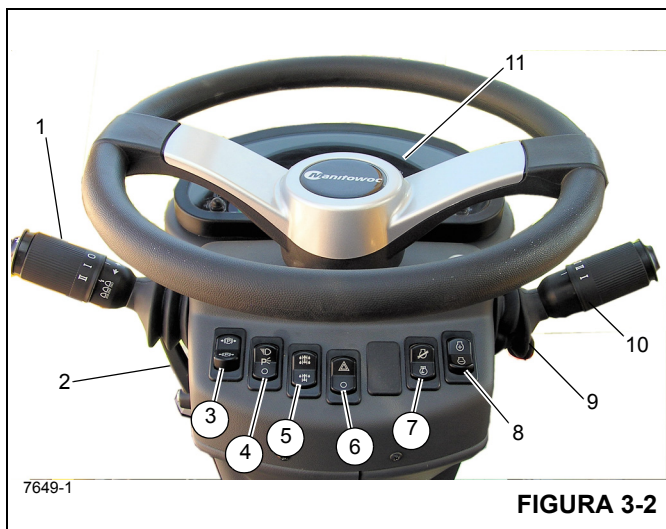

FIGURA 3-2
Todos os controles e indicadores para operar e monitorar as funções do guindaste encontram-se na cabine do guindaste Figura 3-2, incluindo o seguinte:
O conjunto da coluna de direção na Figura 3-2 é uma coluna de direção de pedestal inclinável e telescópica. Ela pode ser inclinada 30° para frente ou erguida verticalmente cerca de 60 mm (2.5 pol.) Inclui também a chave de ignição e o mostrador de indicadores do barramento CAN (11) (Figura 3-2).
Números dos itens da Figura 3-2
A alavanca da sinaleira direcional e controles do limpador/lavador do para-brisa (1) (Figura 3-2) localizam-se no lado esquerdo da coluna de direção. Empurrar a alavanca da sinaleira direcional para baixo faz com a sinaleira direcional esquerda dianteira e a esquerda traseira pisquem. Empurrar a alavanca da sinaleira direcional para cima faz com a sinaleira direcional traseira direita e a dianteira direita pisquem.
A coluna de controle de direção pode ser girada aproximadamente 30° para frente e erguida cerca de 60 mm (2.5 pol.). Mova a alavanca de controle (2) (Figura 3-2) para baixo para travar a coluna de direção no lugar; girar a alavanca para cima libera a coluna de direção para os ajustes necessários.
A chave de controle do freio de estacionamento (3) (Figura 3-2) localiza-se na frente da coluna de direção. Esta chave de duas posições (Liga/Desliga) é usada para acionar e liberar o freio de estacionamento no conjunto motor-transmissão. A luz indicadora do freio de estacionamento na coluna de direção acende quando a chave de pressão no sistema de liberação do freio for ativada e o freio for aplicado.
A chave dos faróis (4) (Figura 3-2) localiza-se na frente da coluna de direção. Esta chave de três posições (Desliga/Estacionamento/Farol) controla a operação das luzes dos instrumentos, dos LEDs das chaves e das luzes do marcador na dianteira, traseira e na lateral do guindaste. Quando a chave estiver na posição Ligada, as luzes da coluna da direção e da chave acendem.
A chave seletora do eixo de tração (5) (Figura 3-2) localiza-se na frente da coluna de direção. Esta chave de duas posições é identificada como tração nas duas rodas (faixa alta) e tração nas quatro rodas (faixa baixa). A chave controla uma válvula solenoide (energizada pela tração em duas rodas) que opera a faixa de velocidade e os cilindros de desconexão do eixo da transmissão. Quando a chave é colocada na posição de tração nas quatro rodas, a luz indicadora do eixo de tração na coluna de direção acende.
A chave seletora das luzes de perigo (6) (Figura 3-2) localiza-se na frente da coluna de direção. A chave tem duas posições (ON/OFF) que fazem com que as quatro luzes da sinaleira direcional pisquem ao mesmo tempo quando a chave é posicionado em ON. Quando a chave estiver na posição Ligada, as luzes indicadoras da sinaleira direcional na coluna de direção piscam.
A chave Test Mode (modo de teste) (7) (Figura 3-2) é usada na manutenção do sistema de controle eletrônico do motor. Ela é uma chave de duas posições (liga/desliga) usada para ativar o modo de diagnóstico (códigos de falha). A chave de ignição deve estar LIGADA mas o motor não deve estar em funcionamento. Quando a chave de modo de teste é LIGADA e usada em conjunto com a chave de modo de marcha lenta/diagnóstico, é obtido acesso para rolar para cima ou para baixo os códigos de falha.
A chave de modo de marcha lenta/diagnóstico (8) (Figura 3-2) é uma chave momentânea de três posições (+/-) que fornece entradas para o controle de marcha lenta que aumentam ou diminuem a marcha lenta do motor (quando a chave de modo de teste está na posição OFF (desligada)) ou rolam para cima ou para baixo nos códigos de falha do modo de diagnóstico quando a chave de modo de teste está na posição ON (ligada) sem que o motor esteja em funcionamento.
A alavanca de câmbio (10) (Figura 3-2) localiza-se no lado direito da coluna de direção. A alavanca de controle aciona a válvula seletora da transmissão eletricamente. Posicionar a alavanca para cima aciona o avanço e posicionar a alavanca para baixo aciona a ré. Quando a alavanca está em neutro, ela permanece em um recorte. Para movimentar a alavanca para cima ou para baixo, puxe primeiro a alavanca para trás. Para mudar a transmissão para primeira, segunda ou terceira marcha, gire o botão para 1, 2 ou 3.